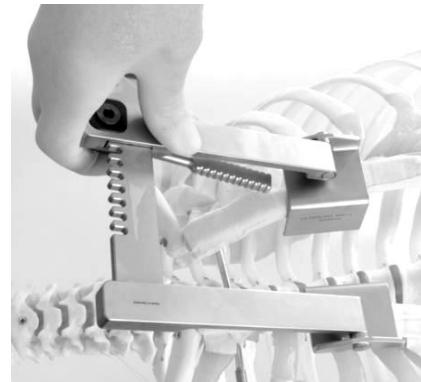

Fig. 12
- 9 Especialmente en zonas quirúrgicas de tamaño reducido, como suele ser el caso en la esternotomía con incisión en Z, el espacio de disección es extremadamente pequeño, por lo que p. ej., la canulación, pero también los pasos de disección posteriores exigen al cirujano un esfuerzo superior a la media. El separador MARJAN MGH resuelve este problema al permitir voltear el bastidor para separadores completo en sentido craneal alrededor del eje de las hojas. Resultado: una zona quirúrgica totalmente accesible (ver Fig. 12).